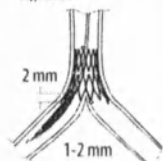

Рисунок 3: Установка боковой ветви стента
- Установите систему доставки таким образом, чтобы дистальные метки стента Access перекрывали проксимальную метку баллона примерно на 1-2 мм. (См. Рисунок 3).